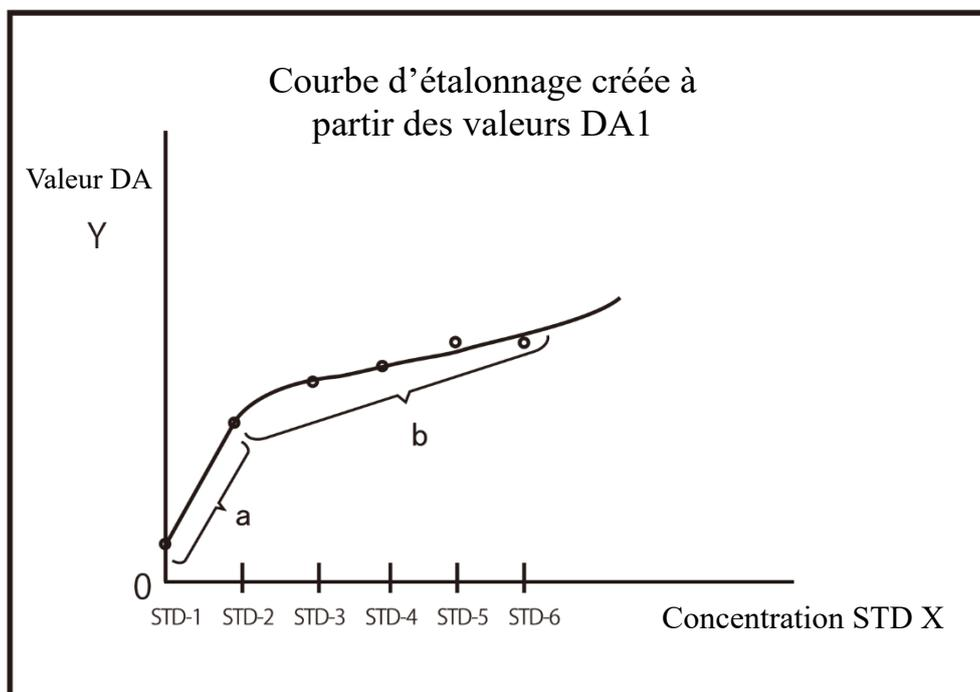

Figure 1
- Ajustement linéaire → entre STD-1 et STD-2 (Figure 1-a)
- Ajustement cubique → entre STD-2 et STD-6 (Figure 1-b)